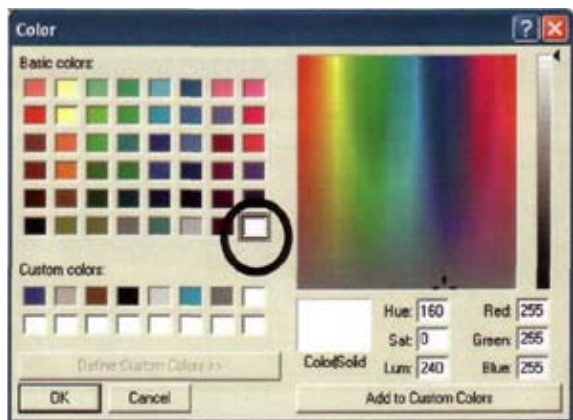

Рис. 83
- Нажмите кнопку **Colour** (рис. 83).